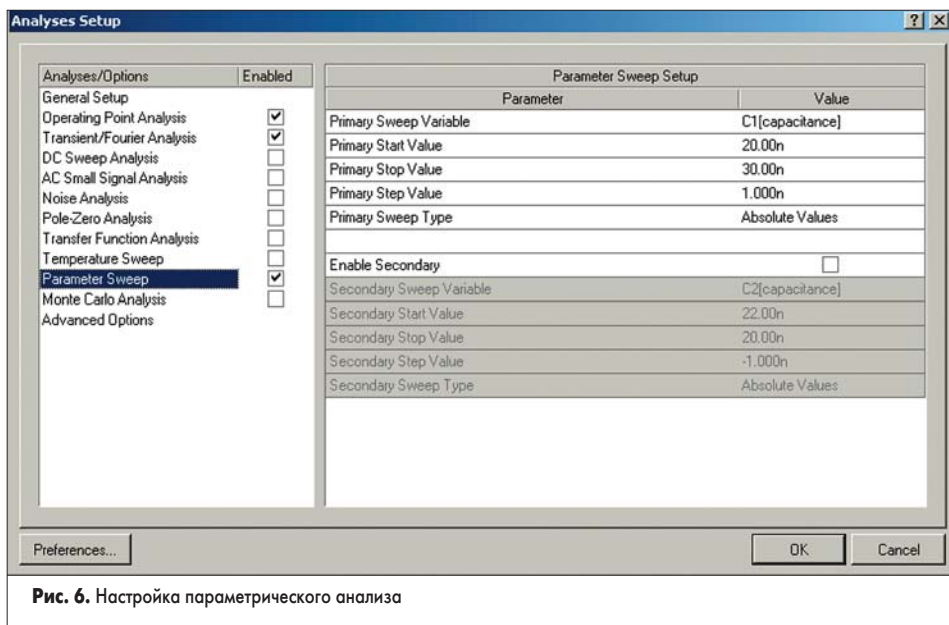

Рис. 6. Настройка параметрического анализа
- Щелкнем левой кнопкой мыши на строке Parameter Sweep в списке Analyses/Options слева. В правой части окна появятся настройки этого вида анализа (рис. 6). В общем случае система Protel DXP позволяет независимо варьировать два параметра, но для начала мы ограничимся только одним из них.